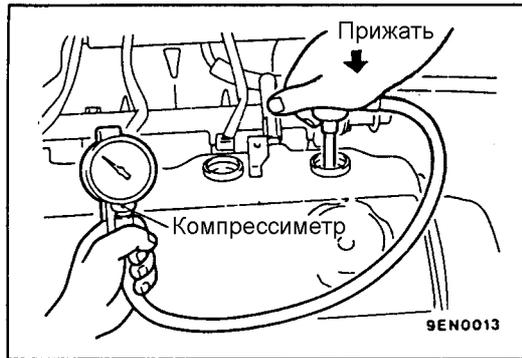

Рис. 10.15
4. Установите компрессиметр в одно из отверстий под установку свечи (рис. 10.15) (Плотно удерживайте его рукой)